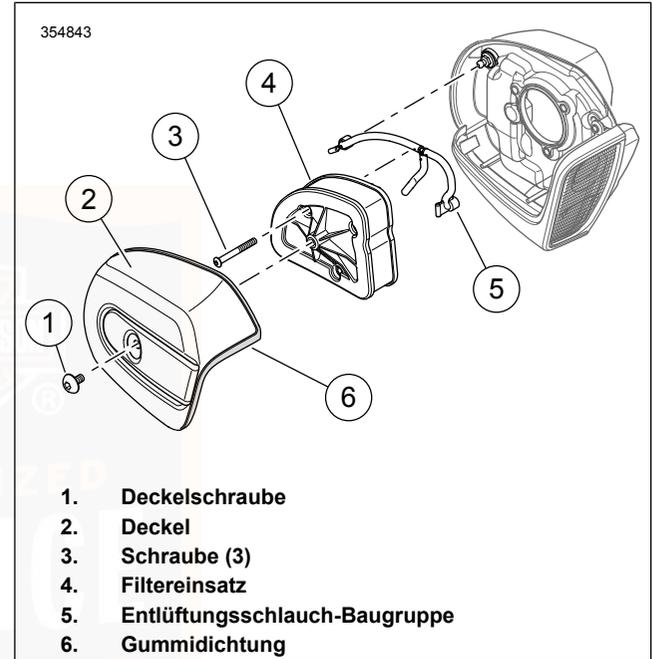

Abbildung 84. Luftfilterbaugruppe
1. Siehe Abbildung 84. Schraube (1) und Luftfilterabdeckung (2) mit Gummidichtung (6) entfernen.
2. Die drei Schrauben (3) entfernen.
3. Filtereinsatz (4) entfernen, dabei den Entlüftungsschlauch aus dem Loch auf der Innenseite ziehen.
4. Entlüftungsschlauch (5) von den Entlüftungsschrauben entfernen.
1. Siehe Abbildung 84. Den Entlüftungsschlauch (5) auf den Entlüftungsschrauben anbringen.
2. Den Filtereinsatz (4) anbringen und dabei den Entlüftungsschlauch in den Filtereinsatz einführen.
3. Die Schrauben (3) anbringen. Die Schrauben auf folgendes Drehmoment anziehen: 4,5–6,8 N·m (40–60 in-lbs).
4. Überprüfen, ob die Gummidichtung (6) nicht beschädigt ist und richtig am Umfang der Luftfilterabdeckung aufliegt.
5. Die Luftfilterabdeckung auf der Grundplatte anbringen. Einen Tropfen LOCTITE 243 MEDIUM STRENGTH THREADLOCKER AND SEALANT (blue) auf die Gewinde jeder Schraube (1) auftragen. Schraube einsetzen. Auf folgendes Drehmoment anziehen: 4,1–6,8 N·m (36–60 in-lbs).